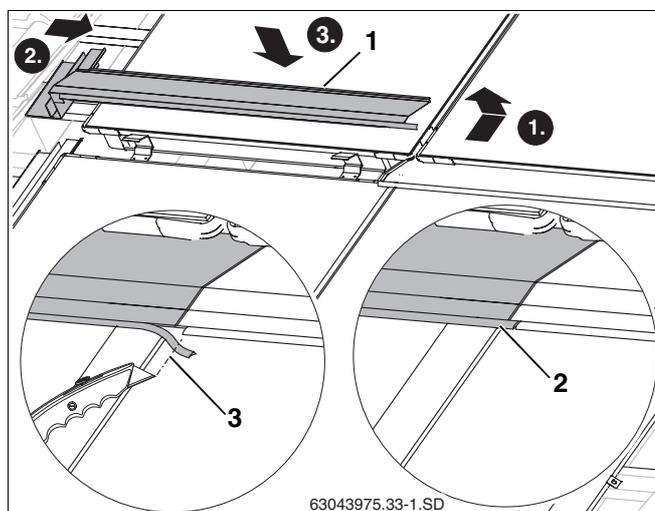

Fig. 53 Posa della lamiera di copertura centrale sinistra
- Inserire la piegatura verso l'alto della lamiera di copertura (fig. 53, **pos. 1**) nell'impugnatura del telaio dei collettori, come già per la lamiera di copertura destra.
- Accorciare lo spigolo di gomma (fig. 53, **pos. 3**) finché non urta contro lo spigolo di gomma della lamiera di copertura destra.
- Applicare lo spigolo di gomma della lamiera di copertura sinistra sulla piega della lamiera di copertura destra (fig. 53, **pos. 2**).